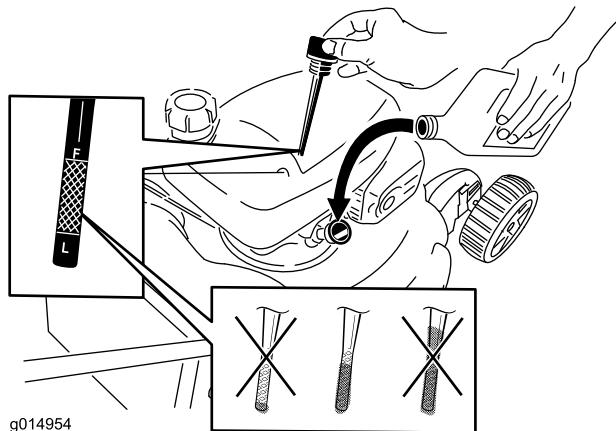

Bild 6
5. Nehmen Sie den Peilstab heraus und lesen Sie den Ölstand am Peilstab ab, siehe Bild 6.
- Füllen Sie bei einem zu niedrigen Ölstand langsam etwas Öl in den Öleinfüllstutzen: Wiederholen Sie die Schritte 3 bis 5, bis der Ölstand richtig ist, wie in Bild 6 dargestellt.
2. Entfernen Sie den Peilstab (Bild 6) und füllen Sie Öl in den Einfüllstutzen bis ca. 3/4 des Füllvolumens des Kurbelgehäuses ein.